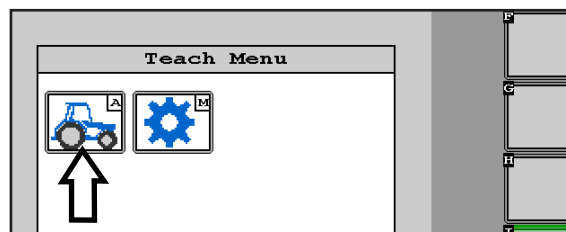

Fig. 8: Consultare il menu del codice del veicolo
Nel menu di configurazione, premere il simbolo del trattore (A) (vedere Fig. 8) per consultare il menu del codice del veicolo.